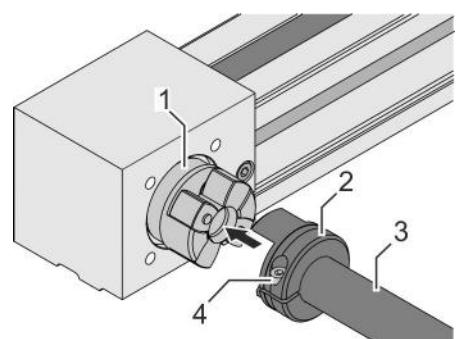

Abb. 23: Synchronwelle montieren
4. ► Klemmnaben (Abb. 23/2) beidseitig auf das Stahlrohr (Abb. 23/3) setzen.
5. ► Stahlrohr (Abb. 23/3) mit den losen Klemmnaben zwischen den Schraubnaben beider Lineareinheiten positionieren.
6. ► Klemmnaben (Abb. 23/2) in die Schraubnaben (Abb. 23/1) schieben.
7. ► Jeweils die Schraube (Abb. 23/4) an den Klemmnaben festziehen: